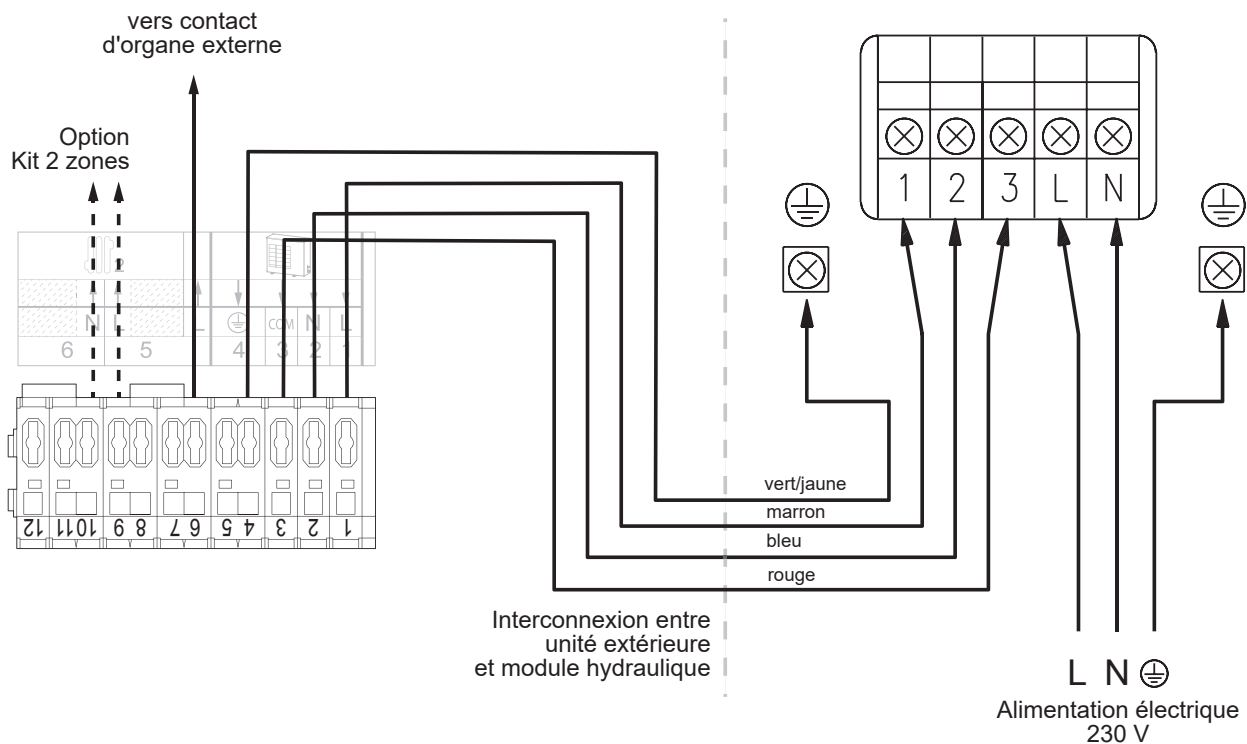

fig. 43 - Raccordement aux borniers
- Effectuer les raccordements suivant les schémas (fig. 43 et fig. 46).